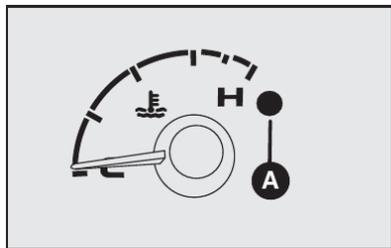

fig. 29
## INDICADOR DE TEMPERATURA DO LÍQUIDO DE ARREFECIMENTO DO MOTOR - fig. 29
**Advertência:** se o indicador estiver no início da escala (temperatura baixa) com a luz-espia A-fig. 29 de excesso de temperatura ou com a luz-espia do sistema de injeção acesa, é sinal de anomalia no sistema. Neste caso, procurar a Rede Assistencial Fiat.